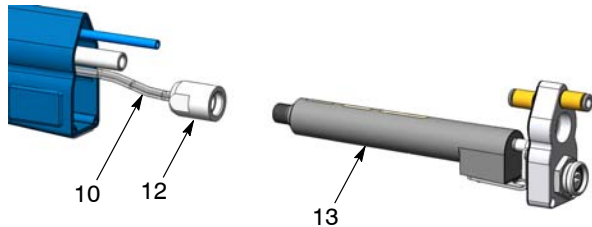

Figura 28 Deconectarea cablului electrodului
3. A se vedea Figura 28. Deșurubați piulița multiplicatorului (12) și deconectați cablul electrodului (10) de pe multiplicatorul (13).
5. Pistoale montate pe tub: A se vedea Figura 28. Introduceți capătul arcului cablului electrodului (10) în gaura multiplicatorului până la capăt, apoi înșurubați bine piulița multiplicatorului (12).